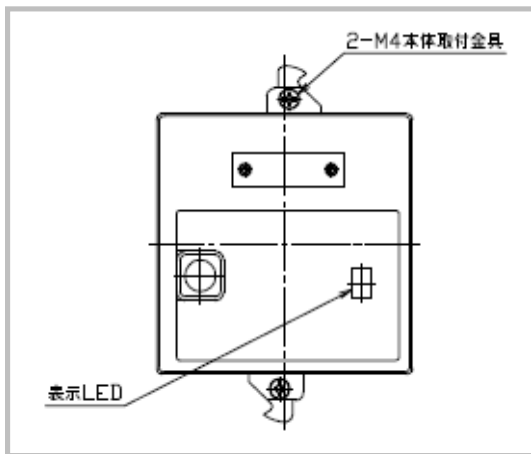

図 1
- (1) 図1に示す本体取付金具を緩めます。
- (2) サブベースとカバーをそれぞれ掴み、引き離します。